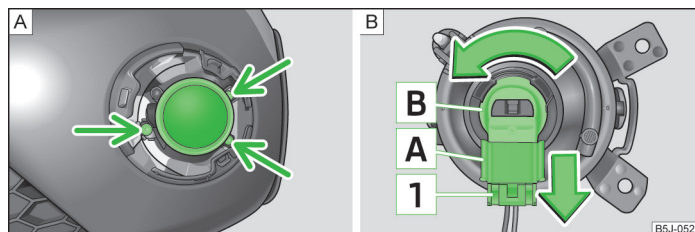

Abb. 159 Vorderer Stoßfänger: Nebelscheinwerfer / Nebelscheinwerfer: Glühlampe wechseln
- › Mit dem Schraubendreher » Seite 181, *Bordwerkzeug* die Schrauben » Abb. 159 - **A** herausdrehen.
- › Die Sicherung **1** » Abb. 159 des Steckers **A** drücken und den Stecker aus der Fassung **B** herausziehen.